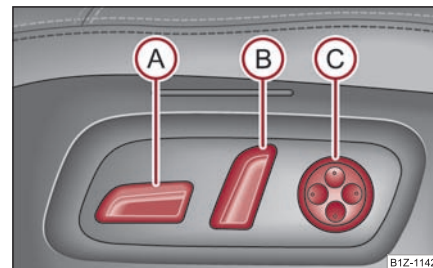
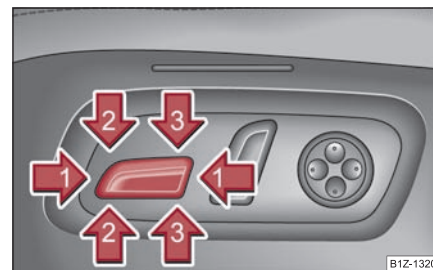

Fig. 74 Imagine din lateral: Elementele de comandă pentru reglarea scaunului
Fig. 75 Imagine din lateral: Comutatorul pentru reglarea scaunului
- Apăsați comutatorul ① ⇒ fig. 74 în față, respectiv în spate ① ⇒ fig. 75.
- Apăsați comutatorul ① ⇒ fig. 74 în sus, respectiv în jos.
- Apăsați comutatorul (A) în față (2) ⇒ pagina 75, fig. 75, respectiv în spate (3) ⇒ pagina 75, fig. 75.
- Apăsați comutatorul (B) ⇒ pagina 75, fig. 74 în sensul în care doriți să faceți reglajul.
- Pentru a mări arcuirea suportului lombar, apăsați comutatorul (C) în față ⇒ pagina 75, fig. 74.
- Pentru a micșora arcuirea suportului lombar, apăsați comutatorul (C) în spate.
- Pentru a regla arcuirea suportului lombar în sus, apăsați comutatorul (C) în sus.
- Pentru a regla arcuirea suportului lombar în jos, apăsați comutatorul (C) în jos.